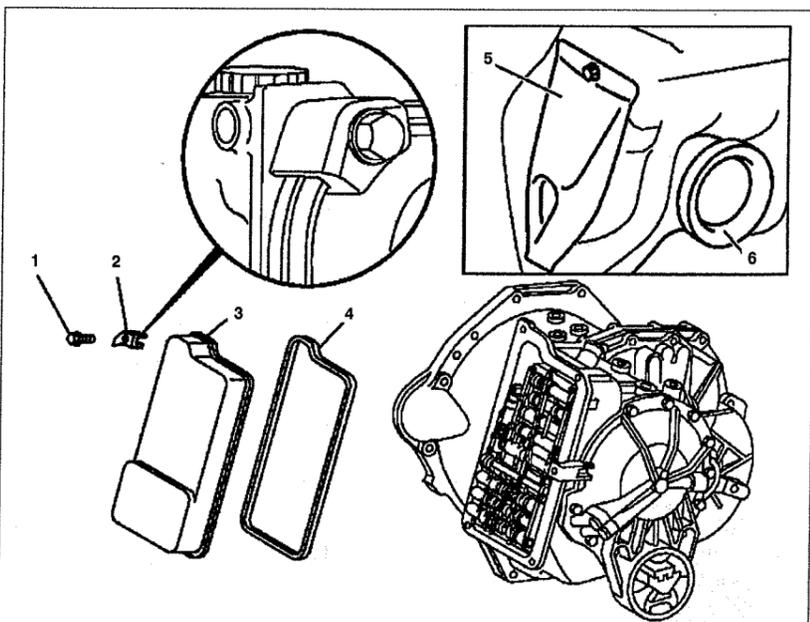

Рис. 6.55. Поддон АКПП (автомобили с двигателями 111, 601.970, 611.980):
2. Снимите крышку 5 с бачка стеклоомывателей (только на двигателях 111 и 601) (см.рис.6.55).